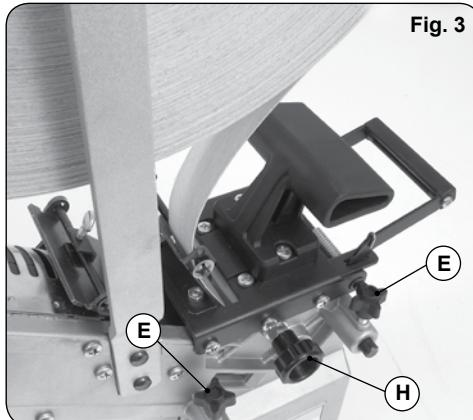

Fig. 3
1. Aflojar los pomos E, (Fig. 3), y separar los dos cuerpos para permitir el paso de la cinta.
3. Cerrar el cuerpo o lado móvil G mediante el pomo H, (Fig. 3), a la anchura de la cinta, sin aprisionarla de modo que vaya guiada, fijándolo en esta posición con los pomos E, (Fig. 3).
- 2. Afloje los pomos E, (Fig. 3), y separe los dos cuerpos mediante el pomo H, para permitir el paso de la tira pre-encolada.
- 5. Cierre el cuerpo móvil G (Fig. 8) mediante el pomo H (Fig. 3), para ajustarlo al ancho de la tira, pero sin apriinarla y fíjelo en esta posición con los pomos E, (Fig. 3).